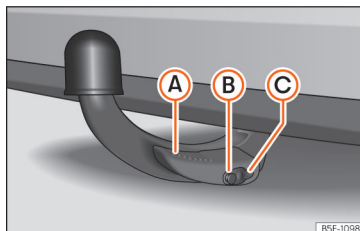

Abb. 256 Anhängerkupplung ordnungsgemäß befestigt
- Der Hebel (A) befindet sich oben » Abb. 256.
- Der rote und grüne Teil des Entriegelungsbolzen (B) sind vollständig sichtbar » Abb. 256.
- Die Abdeckung (C) sitzt auf dem Schloss » Abb. 256.
- **Beim Lösen der Anhängerkupplung nicht mit den Händen in den Hebel fassen, um ein Einklemmen der Finger zu vermeiden** (A) » Abb. 256.